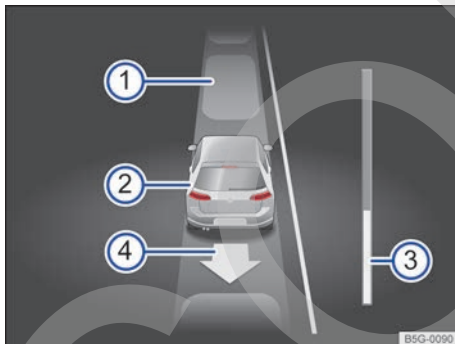

Fig. 151 En la pantalla del cuadro de instrumentos: desaparcar de un hueco en línea.
Leyenda de la **fig. 151**:
6.	La barra de progreso → fig. 151 sirve como indicación de la distancia que hay que recorrer → pág. 212.